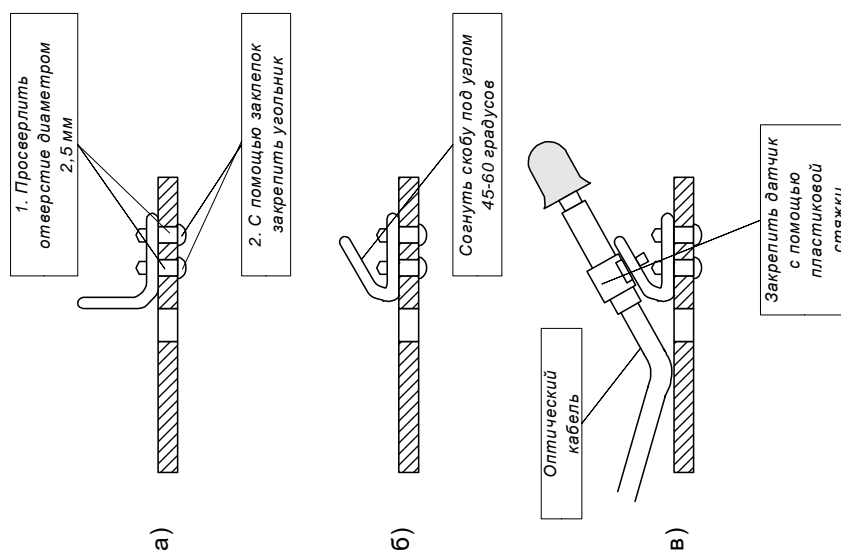

Рис. 2.5. Крепление ВОД внутри отсека
- установка ВОД внутри защищаемого отсека (рис.2.5);